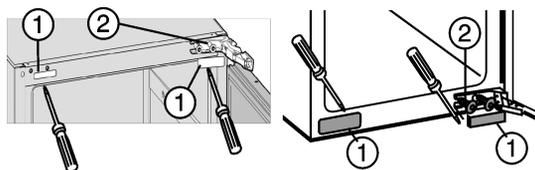

Fig. 5
- ▶ Staccare gli elementi di copertura Fig. 5 (1).
- ▶ Allentare solo le viti di fissaggio Fig. 5 (2).
- ▶ Spostare in alto e in basso le viti di fissaggio Fig. 5 (2) sul lato opposto.
- ▶ Incardinare la porta dell'apparecchio nelle viti di fissaggio premontate Fig. 5 (2).
- ▶ Serrare le viti di fissaggio Fig. 5 (2) a 4 Nm.
- ▶ Rimontare gli elementi di copertura Fig. 5 (1).